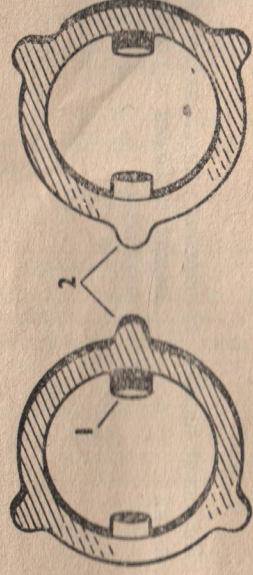

Рис. 59.
- неправильная постановка на место фрикционной шайбы (рис. 59) после разборки фрикционного устройства,
эти выступающие наружу рожки посажена на конец втулки маховика и двумя своими рожками вложена в прорези втулки. Для обеспечения надежного включения машины на рабочий ход рожки 1 фрикционной шайбы должны быть обращены своими приподнятыми концами только наружу, а не внутрь, так, чтобы фрикционный винт при завинчивании упирался задней своей стороной в эти выступающие наружу рожки (рис. 59). При постановке фрикционной шайбы рожками внутрь включения машины не всегда обеспечивается. Выступы 2 у фрикционной шайбы ограничивают поворот фрикционного винта, при нормальной установке шайбы в отношении выступов поворот винта может оказаться недостаточным для включения. Если при положении фрикционной шайбы рожками 1 наружу фрикцион он все-таки не работает, нужно, сохраняя то же направление рожков, переставить шайбу в прорезях втулки, повернув ее на 180 градусов, как примерно показано на рис. 59.